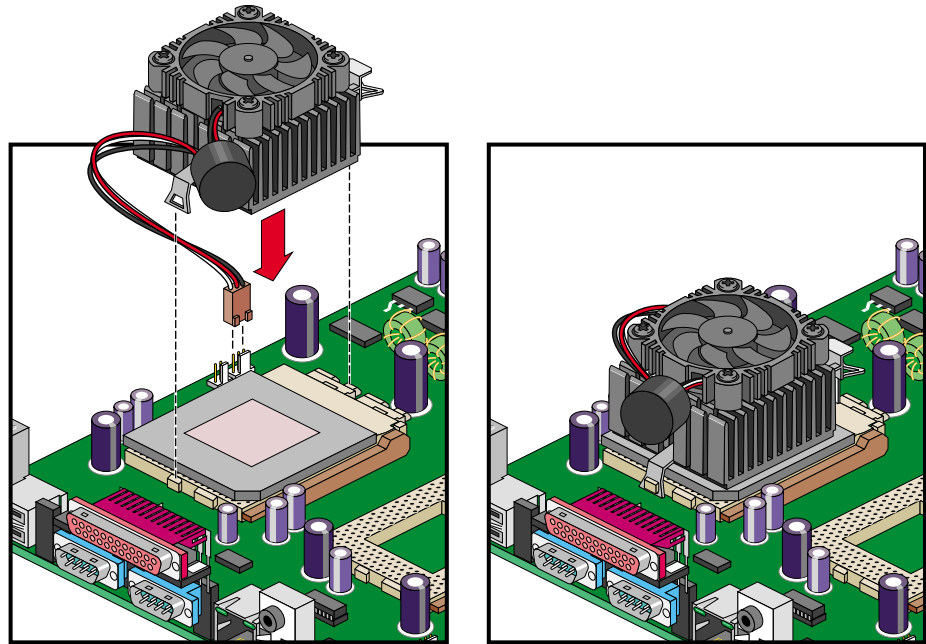

Figure 3-3 Verrouillage de la bride métallique
4. Fixer une extrémité de la bride métallique du ventilateur/radiateur au logement de l'unité centrale, puis appuyer délicatement sur l'autre extrémité de la bride jusqu'à ce qu'elle soit bloquée, comme le montre la Figure 3-3.